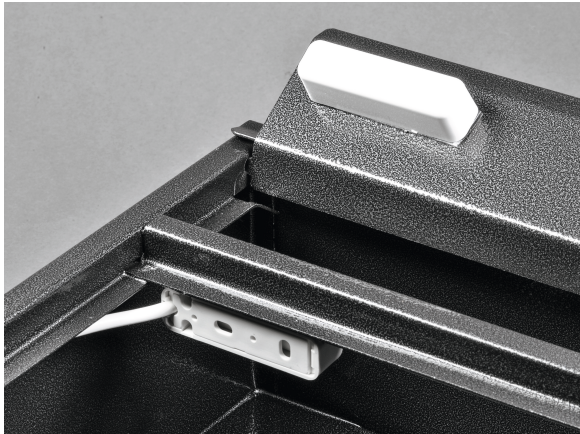
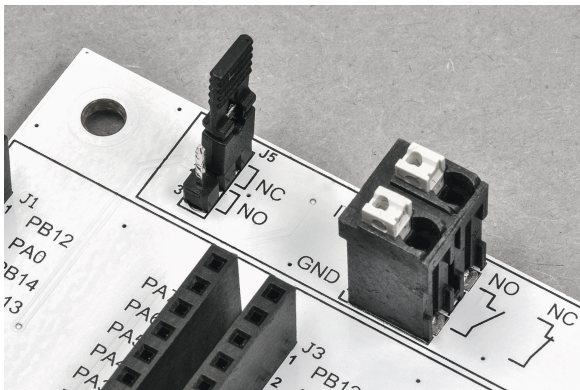

Bild 15: Detailaufnahme zum Montagebeispiel des Reed-Kontakts mit Magnet an einer Briefkastenklappe (Briefkasten s. Titelfeld)
Bild 16: Steckbrücke J5 und der Schalteingang
Der Reed-Kontakt kann z. B. an der Klappe des Briefkastens montiert werden (Bild 15). Beim Öffnen der Klappe wird mittels des Reed-Kontakts ein Sendesignal generiert. In diesem Fall muss der Schalteingang als „normally closed (NC)“, also als Öffner konfiguriert werden. An der Steckbrücke J5 ist die Verbindung 1-2 (NC) zu brücken (Bild 16). Der Reed-Kontakt wird mit der Eingangsklemme X1 (IN/GND) verbunden.